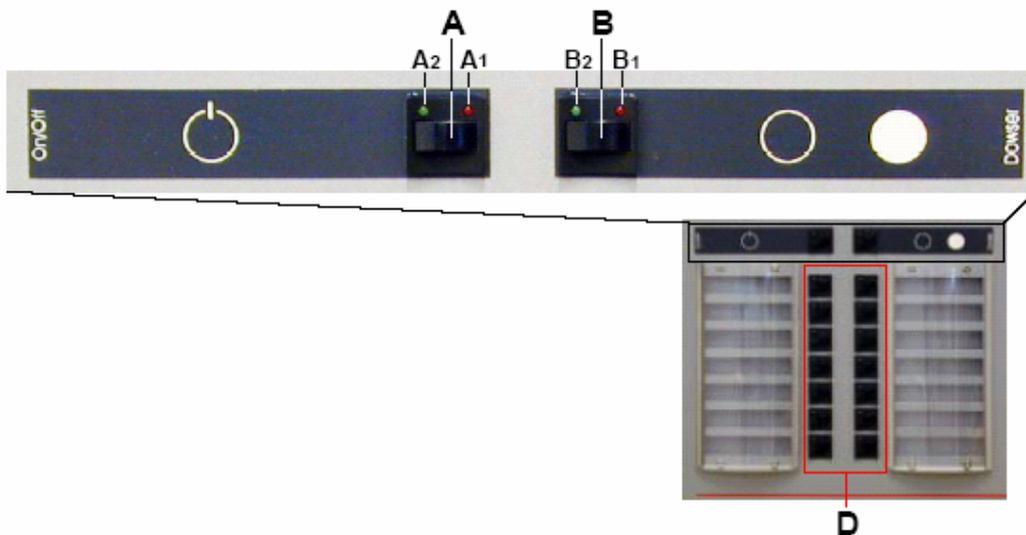

图 6-1 灯泡和遮光板关闭
1. 按遮光板按钮(B)。 (图 6-1) 遮光板关闭, 内置红色发光二极管亮(B1)。
2. 按氙灯点火按钮 (A)。 (图 6-1) 灯关闭, 内置红色发光二极管亮(A1)。